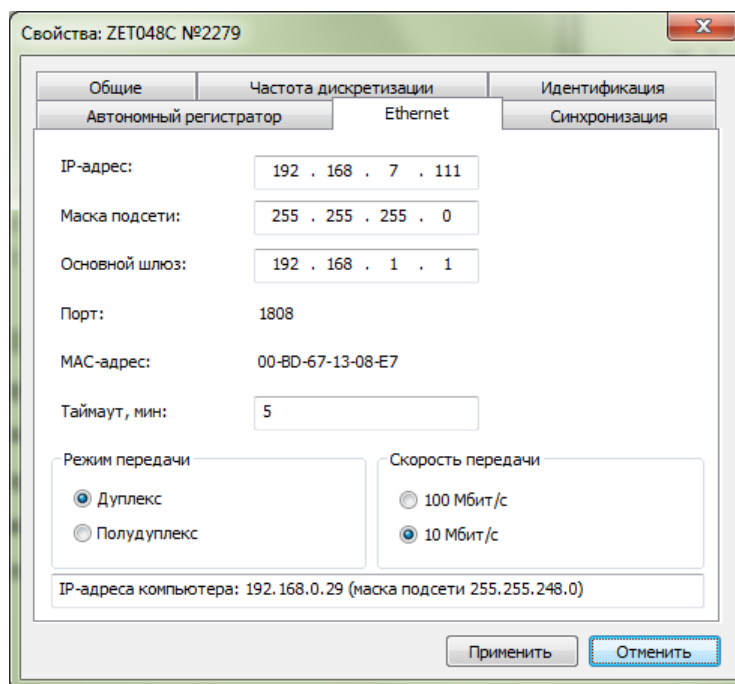

Рис. 2.8 Вкладка «Ethernet» из меню «Свойства»
3. В меню свойства на вкладке «Ethernet» следует произвести настройки (Рис. 2.8):